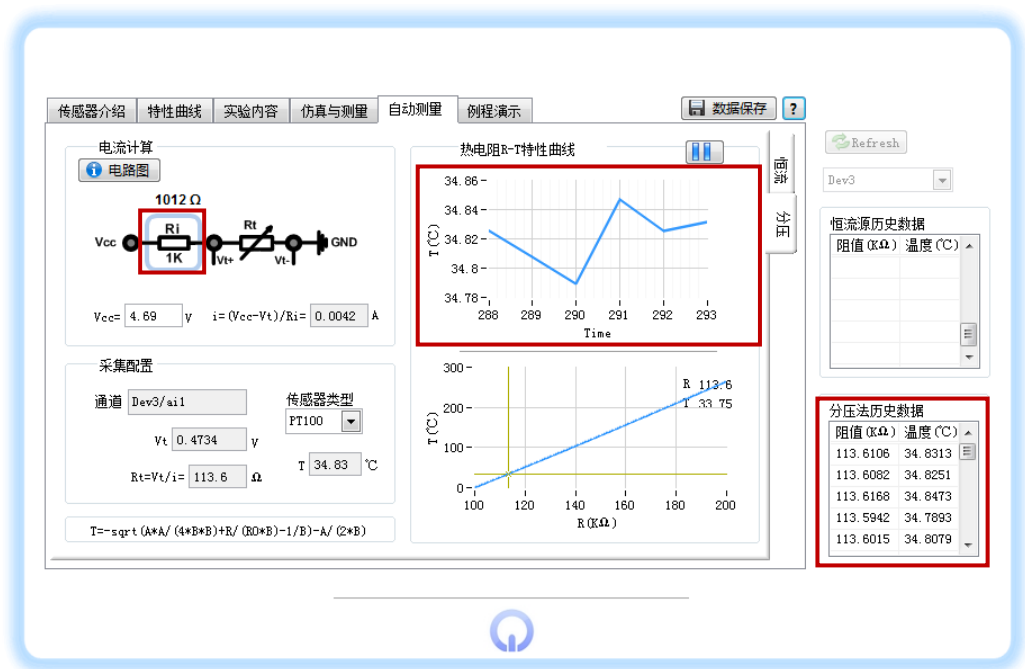

图 6-4 分压法自动测量界面
Step2 : 在自动测量选项卡中选分压模式，将电阻选择为 1K。如图 6-4 所示。